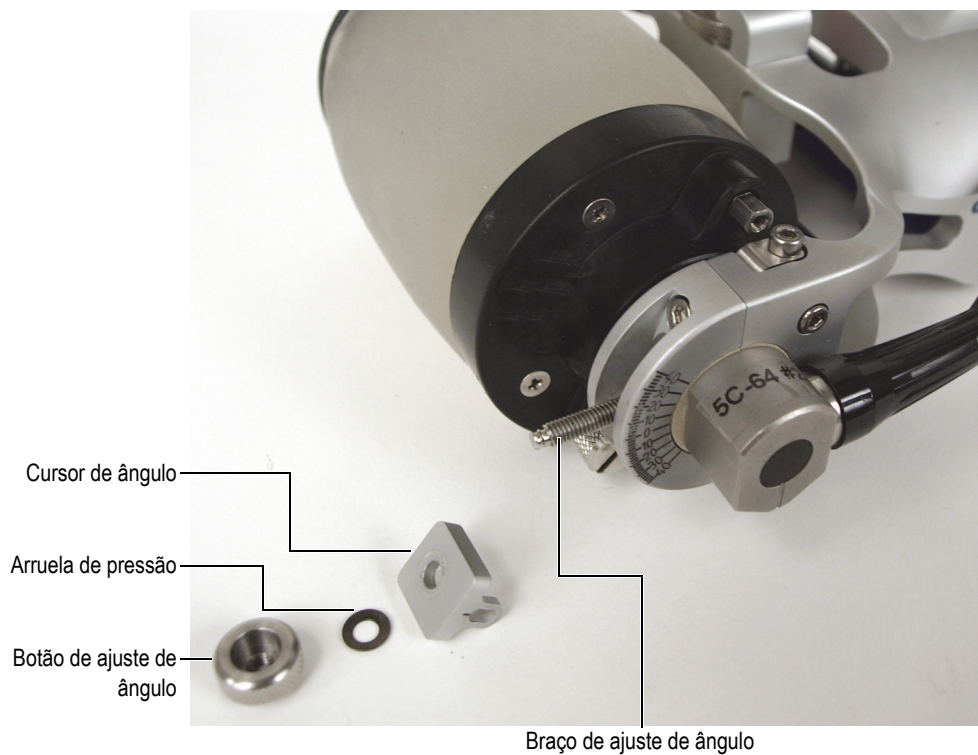

Figura 6-1 Remoção dos componentes de ajuste do ângulo da sonda
1. Remova o botão de ajuste do ângulo da sonda, a arruela de travamento de mola e o cursor do ângulo do braço de ajuste de ângulo no RollerFORM (Figura 6-1 na página 80).